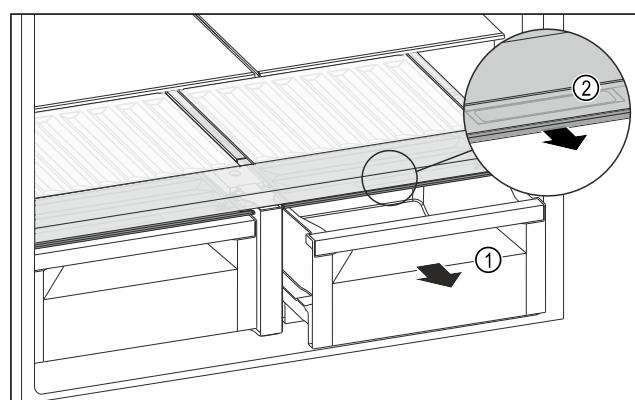

Fig. 138
- Schubfach Fig. 138 (1) herausziehen.
- Griffmulde Fig. 138 (2) am Fachdeckel anfassen und Fachdeckel gleichzeitig nach vorne ziehen.